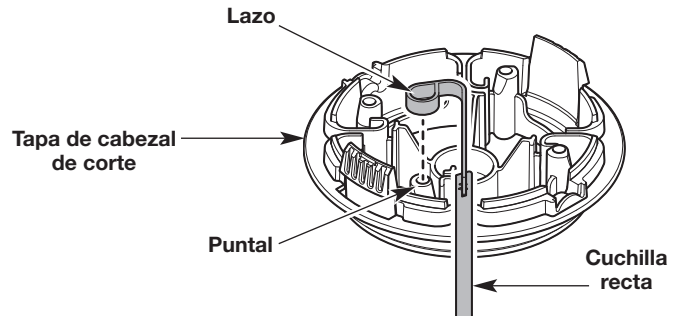

Fig. 27
- Sostenga una de las cuchillas rectas de manera que el lazo mire hacia la izquierda. Alinee el lazo con uno de los puntales en la tapa del cabezal de corte (Fig. 27). Empuje el lazo en el puntal firmemente.